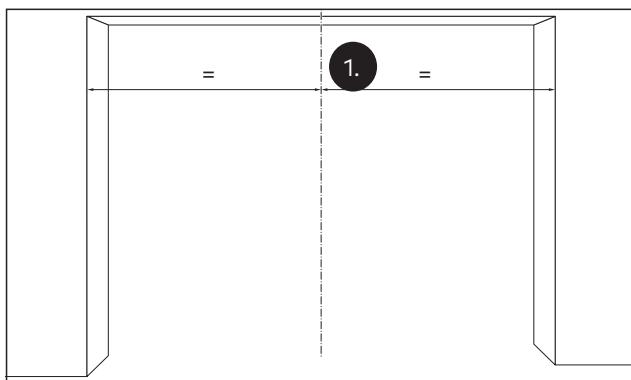

Abb. 6 Die Mitte des Durchgangs anzeichnen
1. Die Mitte des Durchgangs auf der Wand anzeichnen (Abb. 6).